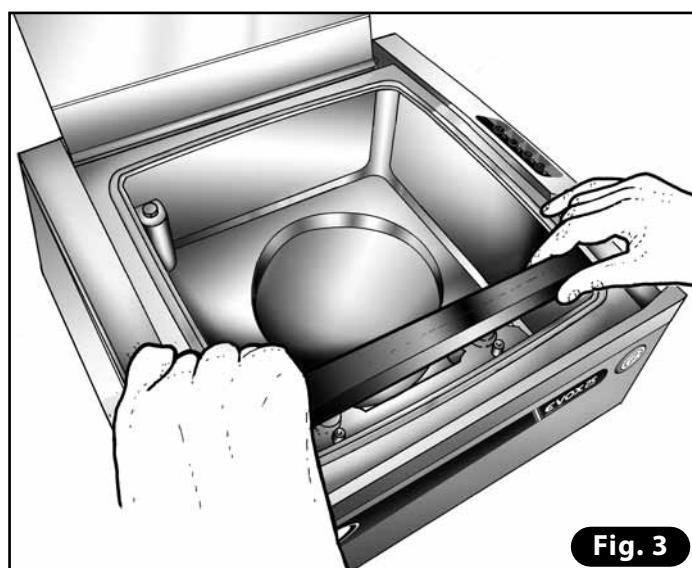

Fig. 3
8.1.5 NETTOYAGE DE LA BARRE DE SOUDURE (Fig. 3)